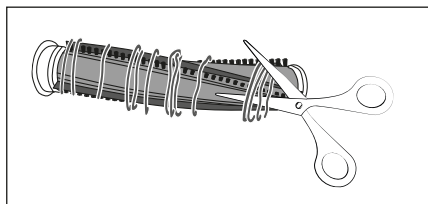

Fig. 24
- 4) Tagliare i fili e i capelli nelle setole del rullo a spazzola 19 utilizzando delle forbici (vedere fig. 24). Rimuovere fili e capelli dal rullo a spazzola 19.